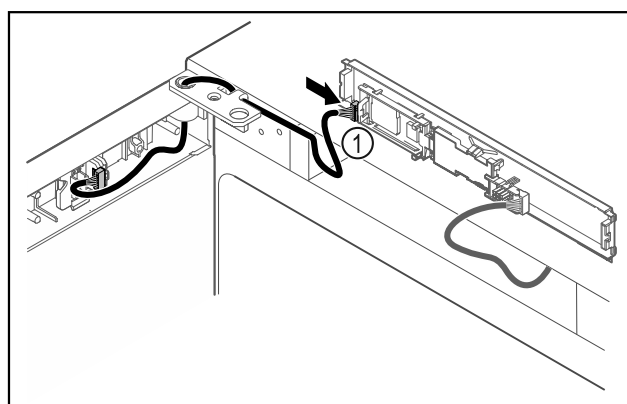

Fig. 44
- ▶ Natakните utikač Fig. 44 (1) na tiskanu pločicu.